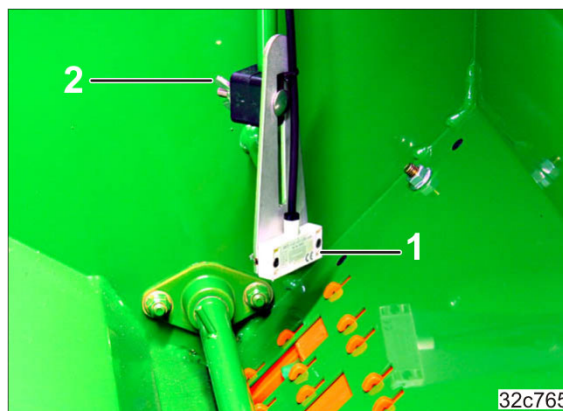

Fig. 145
1. Indstil niveausensorens højdeposition (Fig. 145/1) afhængigt af den ønskede såsædsrestmængde.
2. Spænd vingemøtrikken (Fig. 145/2).